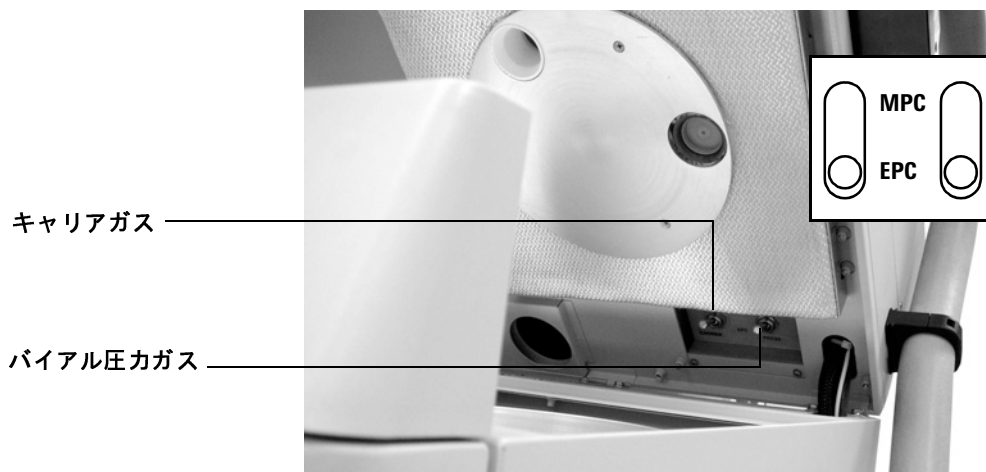

図9 圧力コントロールトグルスイッチ
- 2 Headspace Sampler のふたの底面にある、キャリアガスとバイアル加圧ガスのトグルスイッチを所定の位置に設定します。図9を参照してください。出荷時は、MPC に設定されています。